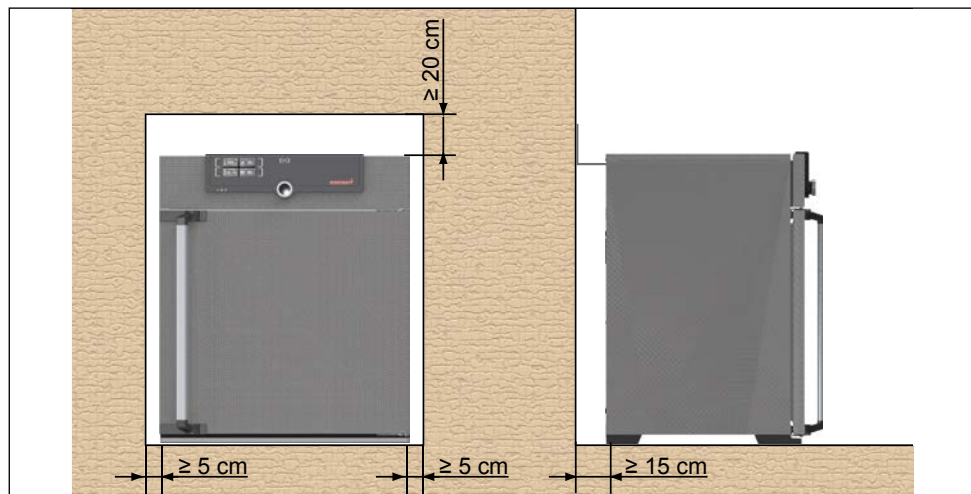

Fig. 8 Minimumsafstande til vægge og loft
Der skal være en afstand på mindst 15 cm mellem væggen og enhedens bagside. Afstanden til loftet må ikke være under 20 cm, og afstanden til væggen eller en anden enhed må ikke være under 5 cm (Fig. 8). Det skal principielt sikres, at der er tilstrækkelig luftcirkulation omkring enheden.
2. Bøj tippetriklingen 90° opad ved den ønskede vægafstand (overhold minimumsafstanden til væggen, se Fig. 8).